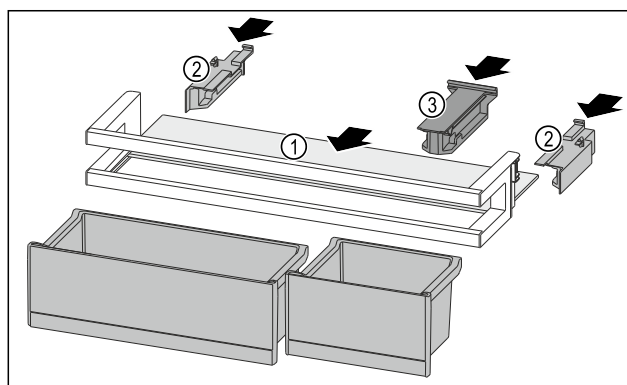

Fig. 215
- Вдвиньте съемную полку Fig. 215 (1) в боковые пазы.
- Установите боковые части Fig. 215 (2).
- Смонтируйте крепление Fig. 215 (3).